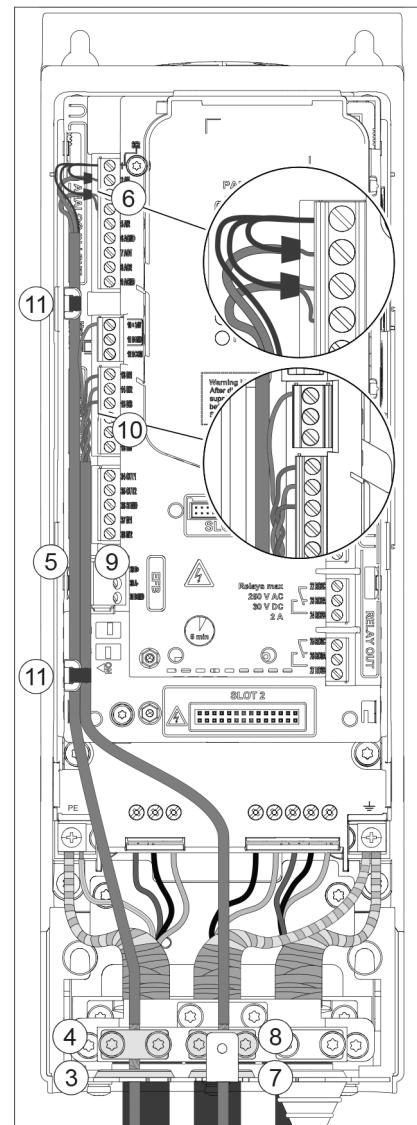

Abb. 9
- Entfernen Sie am Motorkabel 3)(Abb. 9) die Ummantelung so weit abziehen, damit die Abschirmung der Kupferdrähte soweit freigelegt wird, dass sie zu einem Bündel verdrillt werden kann.
- Beide Kabel durch die Kabelschellen 4)(Abb. 9) führen und die Kabelschellen festziehen.
- Die Leiter des Leistungs- 5)(Abb. 9) Motor- 6)(Abb. 9) und Erdungskabels abisolieren und an die jeweiligen Klemmen am Wechselrichter anschließen.